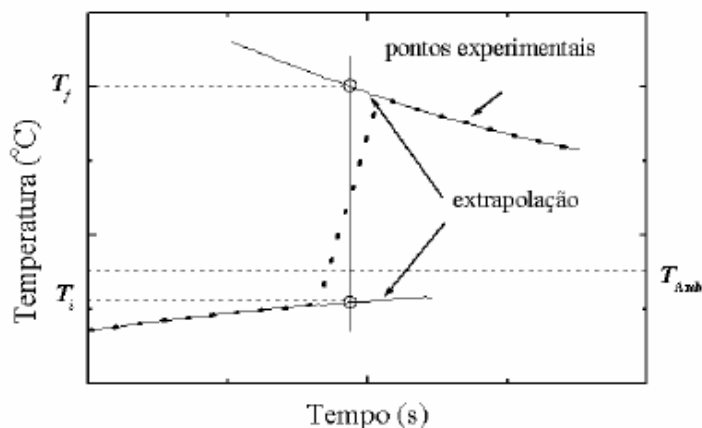

Figura 11- Procedimento utilizado para determinar a temperatura inicial e final no processo de equilíbrio térmico no calorímetro.
O calorímetro é um equipamento utilizado para a medição de troca de calor entre sistemas. Este equipamento é um recipiente que possui isolamento térmico com o ambiente externo. A temperatura antes e depois da mistura ou aquecimento dos materiais no calorímetro não são constantes devido à troca de calor com o ambiente, apesar do isolamento térmico. A perda de calor para o ambiente implica em variação da temperatura com o tempo, em uma forma exponencial. Para melhor avaliar o processo de troca de calor no calorímetro, os valores da temperatura inicial e final do processo devem ser determinados pela extrapolação das curvas de temperatura versus tempo, obtidas durante todo o processo, conforme gráfico apresentado na **Figura 11**
1. Construir a partir da Tabela I, um gráfico de  $T(t)$ , da dependência da temperatura em função do tempo, realizando a análise indicada na **Figura 11** da pratica para determinar a temperatura inicial e final do sistema água e calorímetro;
2. Aplicar os valores iniciais e finais da temperatura, e da massa de água à equação (7) para encontrar o valor médio da capacidade térmica do calorímetro;
1. Construir a partir da Tabela II, um gráfico de  $T(t)$ , da dependência da temperatura em função do tempo, realizando a análise indicada na **Figura 11** para determinar a temperatura inicial e final do sistema água e calorímetro;
2. Aplicar os resultados na expressão (8) para obter o valor do calor específico do metal e compare com o valor tabelado. Houve alguma diferença? Justifique.
1. Construir a partir da Tabela III, um gráfico de  $T(t)$ , da dependência da temperatura em função do tempo, realizando a análise indicada na Figura 11 para determinar a temperatura inicial e final do sistema água, amostra e calorímetro;
2. Aplicar os resultados na expressão (9) para obter o valor do calor latente de fusão do gelo e compare com o valor tabelado. Houve alguma diferença? Justifique.